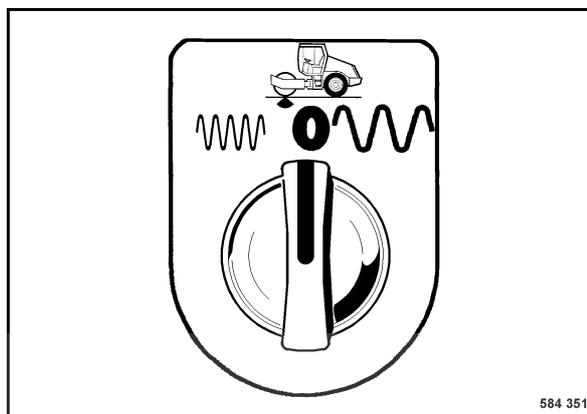
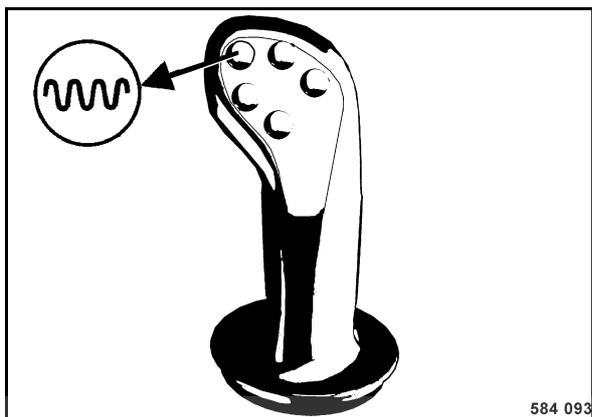

fig. 51
fig. 53
- Présélectionner l'amplitude avec l'interrupteur rotatif (fig. 51).
- Appuyer sur le bouton-poussoir (fig. 53) dans le levier de commande de la marche durant le déplacement ; le bandage est excité.
- Appuyer une nouvelle fois sur le bouton-poussoir (fig. 53) et, après les travaux, tourner l'interrupteur rotatif de la vibration (fig. 51) sur position "0".